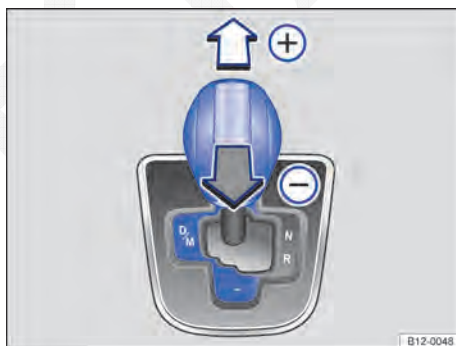

Fig. 87 Alavanca seletora na posição Tiptronic.
- Mover a alavanca seletora para frente (+) ou para trás (-) para aumentar ou reduzir a marcha → Fig. 87.